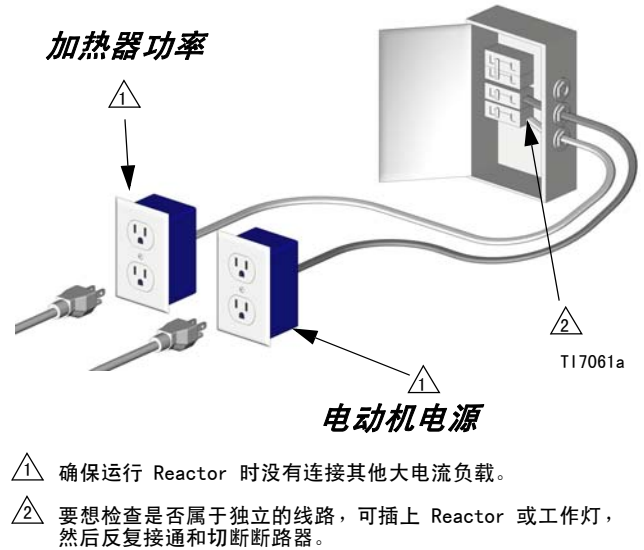

图 4：使用两个独立的线路
1. 将 Reactor 连接到所用型号的正确电源。参见表 4。电源线必须连接到两条独立的专用线路。参见图 4。